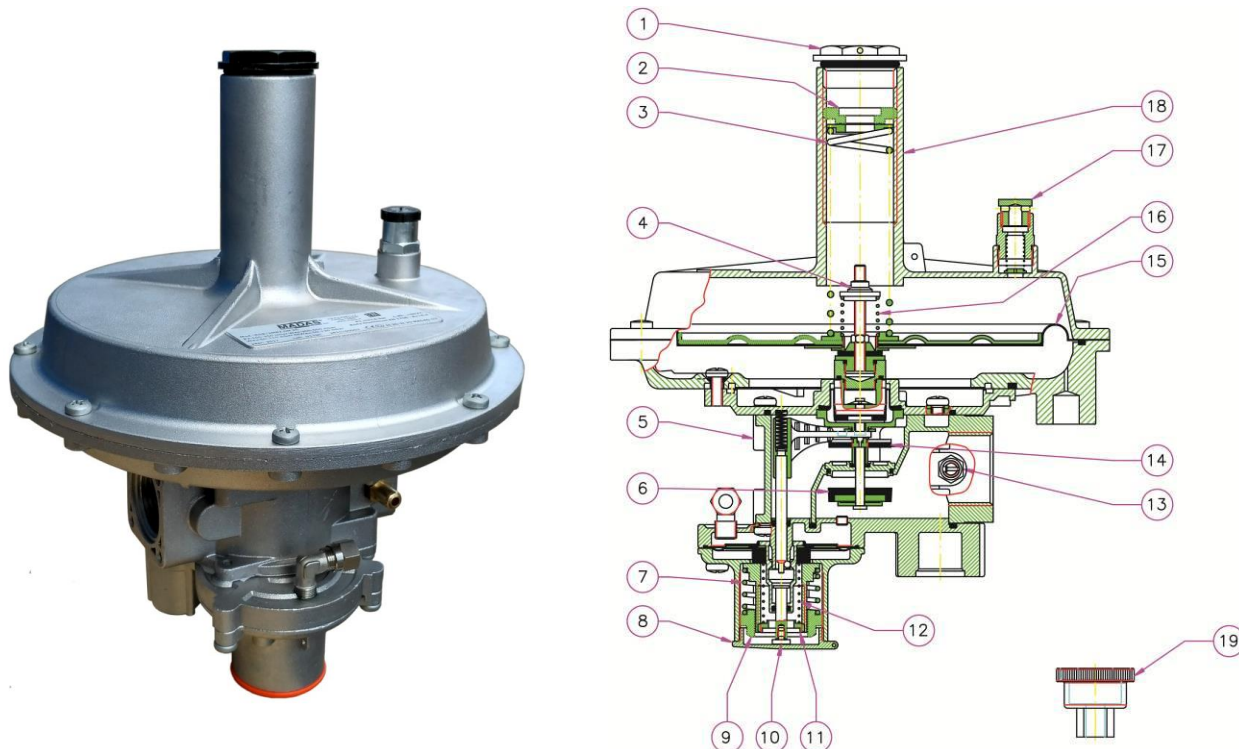

Рис. 1
Регулятор (рис. 1) состоит из: колпачок регулятора (1); винт настройки выходного давления (2); пружина настройки выходного давления (3); винт настройки сбросного клапана (4); корпус регулятора (5); обтюратор (6); пружина запорного клапана по превышению давления (7); колпачок запорного клапана (8); винт настройки запорного клапана избыточного давления (9); рычаг взвода регулятора (10); винт настройки запорного клапана недостаточного давления (11); пружина запорного клапана по недостаточному давлению (12); штуцер диагностики выходного давления (13); затвор запорного клапана (14); рабочая мембрана (15); пружина настройки сбросного клапана (16); пылезащитный колпачок (17); воронка (18); ключ для настройки запорного клапана (19).
- Для настройки регулятора необходимо использовать манометр, который можно установить в штуцер для отбора давления (см. рис. 1, 2).